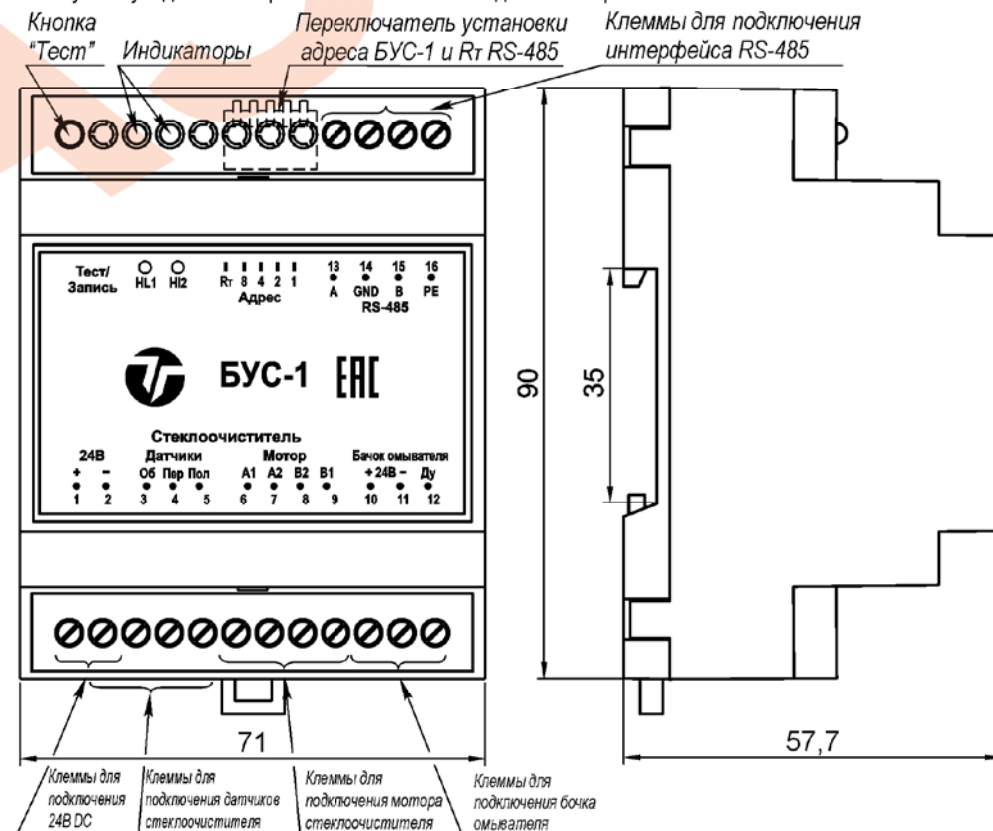

Рис.3 Внешний вид и габаритные размеры БУС-1.
6. Блок управления стеклоочистителем БУС-1 (см. рис.3)
Предназначен для тестирования оборудования. Запуск одиночного цикла очистки осуществляется командой управления протокола PelcoD «Set Auxiliary 1» (см. таблицу 1) или кнопкой «Тест/Запись» на блоке БУС-1 (см.рис. 3).